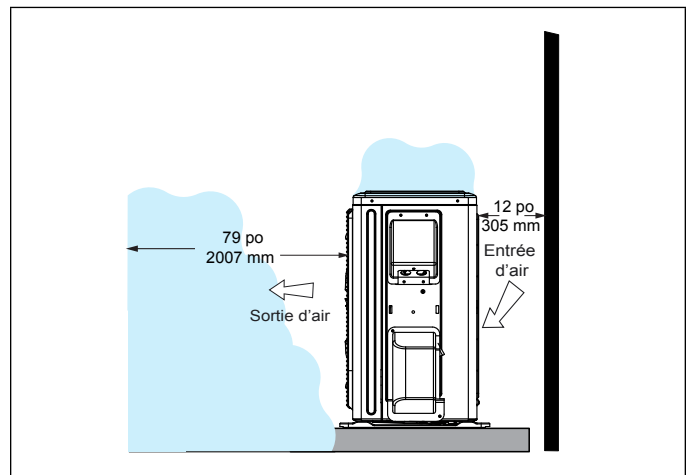

Figure 8. Débit d'air d'une unité extérieure obstruée par de la neige
- Dans les régions fortement enneigées, ne pas placer l'unité extérieure là où la neige peut s'accumuler comme illustré à la « Figure 8. Débit d'air d'une unité extérieure obstruée par de la neige » à la page 21.